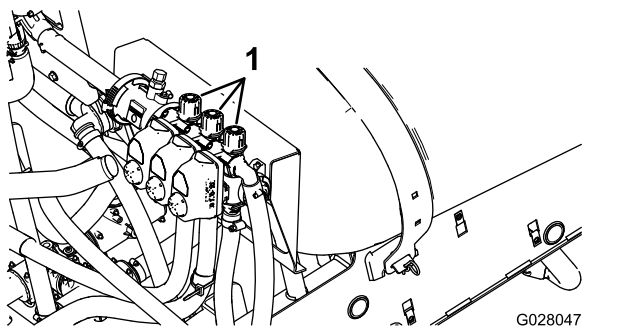

図 29
13. 右ブームバイパスノブ 図 29 を使って、先ほどと同じ水圧一般的には  $2.75\text{Bar} = 2.8\text{kg/cm}^2 = 40\text{psi}$  に調整する。
15. 中央ブームバイパスノブ 図 29 を使って、先ほどと同じ水圧一般的には  $2.75\text{Bar} = 2.8\text{kg/cm}^2 = 40\text{psi}$  に調整する。